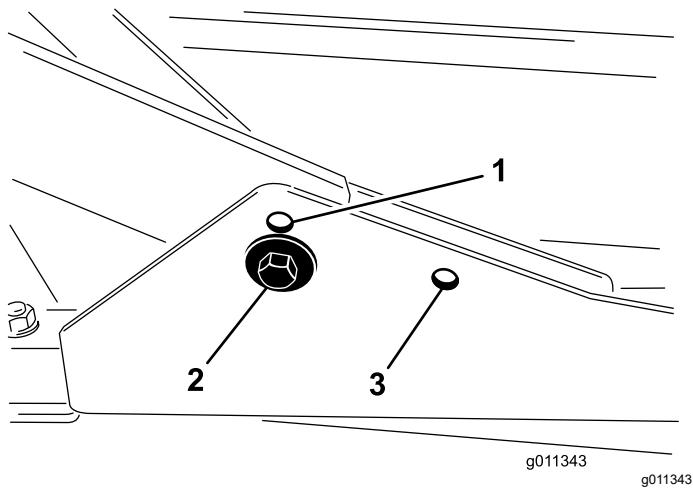

Figure 9
- Pour les hauteurs de coupe entre 2 et 7,6 cm, montez les bâts porteurs avant dans les trous inférieurs avant (Figure 9).
- Pour les hauteurs de coupe entre 6,3 et 10 cm, montez les bâts porteurs avant dans les trous supérieurs avant (Figure 9).
Quelle que soit la hauteur de coupe, l'unité de coupe arrière doit être montée dans les trous de montage arrière (Figure 9).